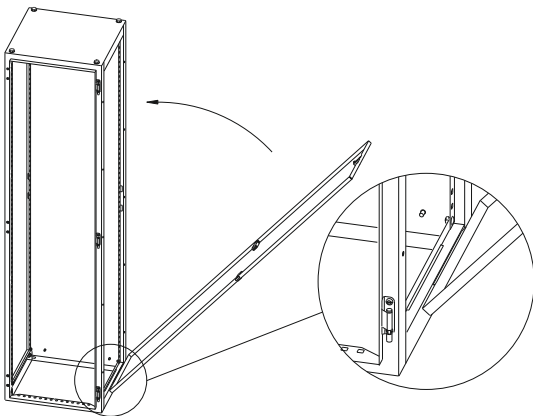

Рисунок 24
16.4 Вставьте отгиб кромки внизу Панели боковой в паз стяжки корпуса и закройте проём. Замки-защёлки закроются автоматически. Замок переведите в положение «Закрото» (рисунок 24).